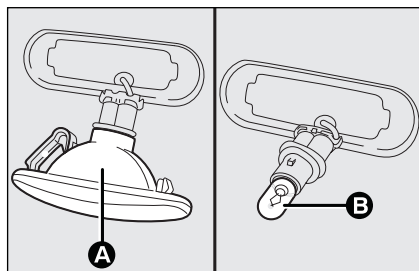

fig. 28
- ☐ estrarre il trasparente **A**-fig. 28 dal portalamпада (è inserito a pressione);